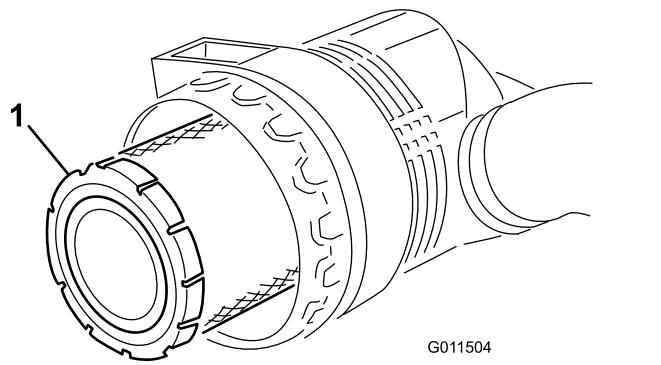

Figure 76
5. Déposez et remplacez le préfiltre (Figure 76). Il est déconseillé de nettoyer les éléments usagés car cela risque d'endommager le matériau du filtre. Vérifiez que l'élément de recharge n'a pas été endommagé pendant le transport. Vérifiez l'extrémité d'étanchéité du filtre et du boîtier. **N'utilisez pas l'élément s'il est endommagé.** Insérez l'élément de recharge en appuyant sur le bord extérieur pour l'engager dans la cartouche. **N'appuyez pas sur la partie centrale flexible du filtre.**